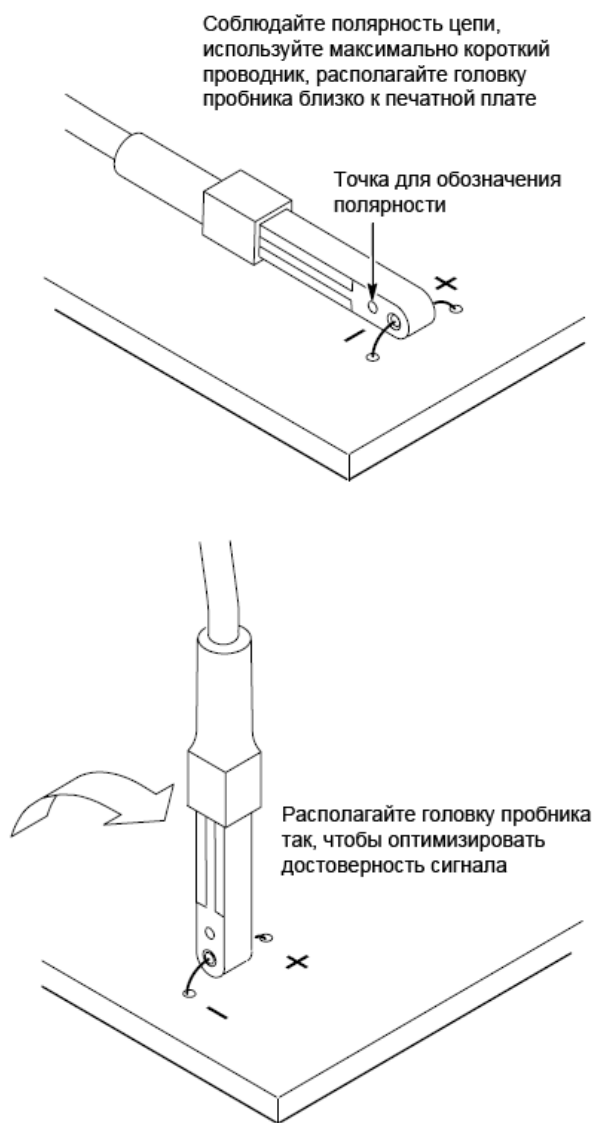

Рисунок 2: Использование одного проводника
- а. Для достижения наилучшей общей достоверности сигнала используйте короткий проводник с небольшим диаметром (см. рис. 2.)